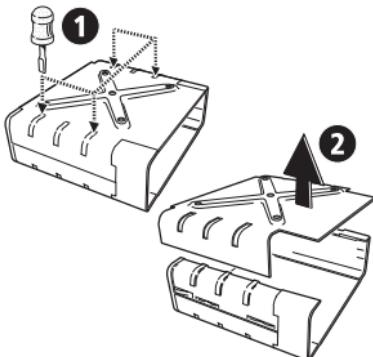

Figure 3 : Démontage du support
- Pour démonter le support, posez-le sur une surface ferme et appuyez, à l'aide d'un tournevis, sur l'une des parties saillantes du milieu situées de chaque côté du couvercle, comme l'illustre la Figure 3